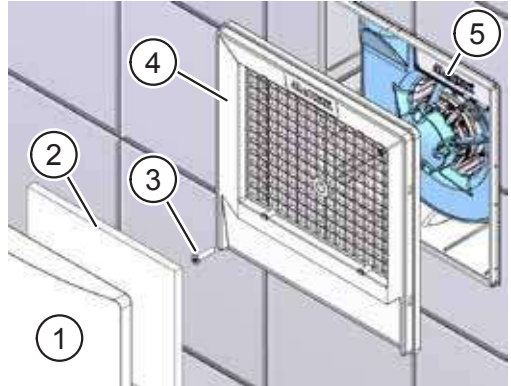

Abb. 11: Anschlussdeckel entfernen
- ▶ Greifen Sie an einer Ecke von unten in den Ansaugdeckel (Pos. 1 in Abb. 11) und ziehen Sie den Ansaugdeckel vom Filterträger (Pos. 4 in Abb. 11) ab.
- ▶ Entfernen Sie den Luftfilter (Pos. 2 in Abb. 11).
- ▶ Entfernen Sie die M6-Senkkopfschraube (Pos. 3 in Abb. 11).
- ▶ Entfernen Sie den Filterträger (Pos. 4 in Abb. 11).
- ▶ Entfernen Sie den Anschlussdeckel (Pos. 5 in Abb. 11). Die Potentiometer zur Einstellung der Lüfterfunktion befinden sich hinter dem Anschlussdeckel.
- ▶ Setzen Sie den ggf. den Anschlussdeckel (Pos. 5 in Abb. 11 auf Seite 21) ein.
- ▶ Setzen Sie den Filterträger (Pos. 4 in Abb. 11 auf Seite 21) auf.
- ▶ Befestigen Sie den Filterträger mit der M6-Senkkopfschraube (Pos. 3 in Abb. 11 auf Seite 21).
- ▶ Setzen Sie den Luftfilter (Pos. 2 in Abb. 11 auf Seite 21) und den Ansaugdeckel (Pos. 1 in Abb. 11 auf Seite 21) auf das Gerät auf.